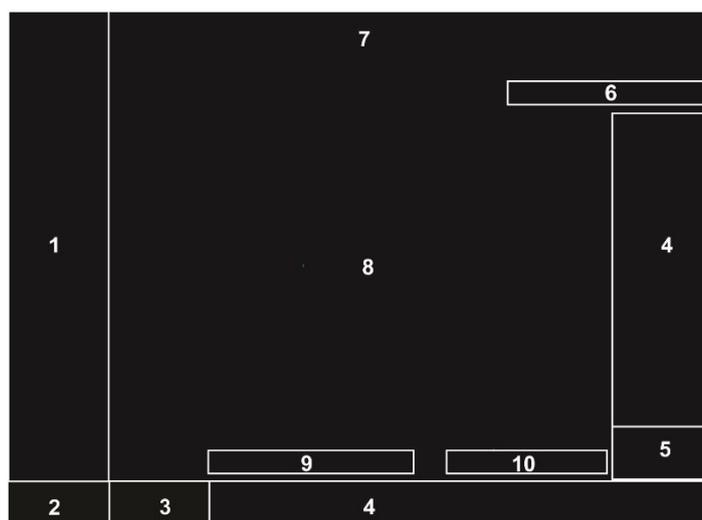

Fig. 5: Unidad de monitor
La nebulización finaliza automáticamente tras el tiempo configurado o al accionar de nuevo la tecla. El tiempo configurado se muestra en el área de “funciones especiales” del monitor (consulte la Fig. 5/pos. 5). Si la función está activada, se ilumina el área de “funciones especiales” de color azul, se muestra el símbolo “A” y el tiempo empieza a transcurrir (consulte el capítulo 3.2.6).
**Tecla »Preoxy«** Tras accionar la tecla »Preoxy« se administra una concentración inspiratoria de oxígeno que puede definirse previamente durante un periodo determinado configurable. El tiempo se puede desactivar completamente o configurar en el menú principal con un intervalo de 30-420 segundos, en “Func.Extra” → “Duración Preoxy”. El tiempo configurado se muestra en el área de “funciones especiales” del monitor (consulte la Fig. 5/pos. 5).
El tiempo configurado se muestra en segundos en el área de “funciones especiales” del monitor (consulte la Fig. 5/pos. 5).
La fecha actual (DD.MM.AA) y la hora se muestran en las dos primeras líneas de la visualización de parámetros del borde derecho del monitor (consulte la Fig. 5).